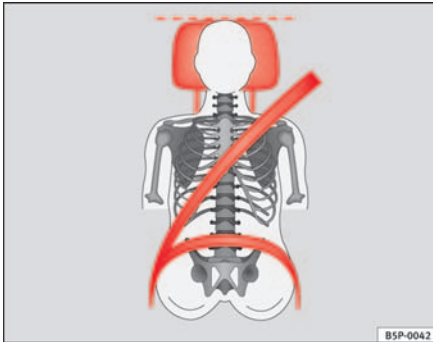

Abb. 12 Richtiger Gurtbandverlauf und richtige Kopfstützeinstellung von vorne betrachtet
- Der Schultergurtteil des Sicherheitsgurtes muss über die Schultermitte und niemals über den Hals verlaufen. Der Sicherheitsgurt muss flach und fest am Oberkörper anliegen ⇒ **Abb. 12**.